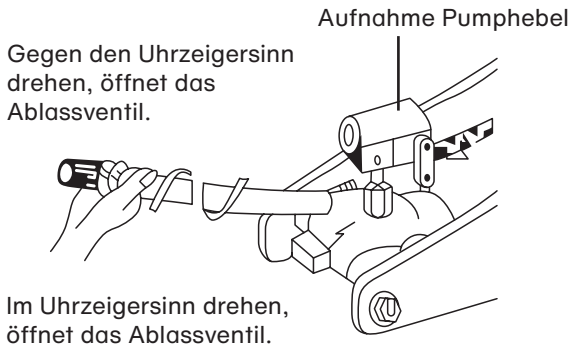

Fig. 1
4. Schließen Sie das Ablassventil indem Sie es nach rechts einschrauben. Benutzen Sie hierzu den Pumphebel (siehe Fig. 1).
1. Öffnen Sie das Ablassventil, indem Sie es gegen den Uhrzeigersinn drehen (siehe Fig. 1).